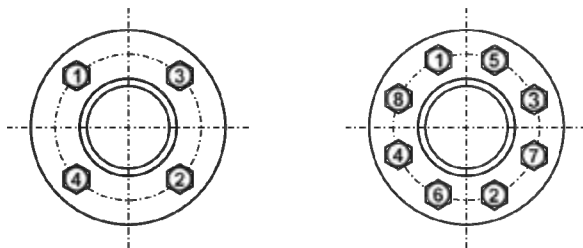

Рисунок 2.11 – Схема затяжки крепежа при монтаже расходомера
- стянуть фланцы КМЧ и расходомера болтами, при этом затяжку крепежа производить поочередно по диаметрально противоположным парам, рисунок 2.11.